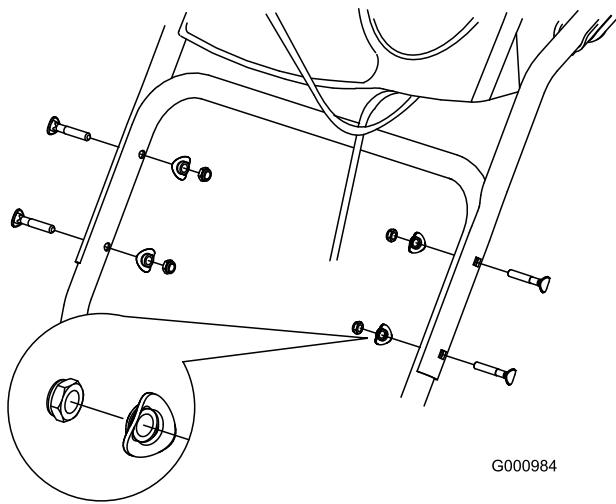

Рисунок 4
- Закрепите верхнюю рукоятку четырьмя болтами, четырьмя изогнутыми шайбами и четырьмя контргайками из комплекта крепежных деталей (Рисунок 4).